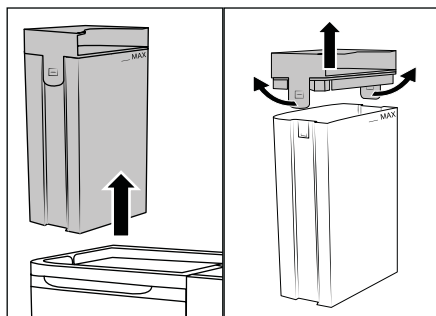

Abb. 5
(1) Füllen Sie nur kaltes bis warmes Leitungswasser oder destilliertes Wasser in den Frischwasserbehälter **2** . Verwenden Sie kein kochendes Wasser. (2) Betreiben Sie das Gerät niemals ohne Wasser im Frischwasserbehälter **2** . (3) Verwenden Sie nur handelsübliche, nicht schäumende Polsterreinigungsmittel oder **LIDL W5 Essigreiniger**. Andere Reinigungsmittel können das Gerät beschädigen. Wir empfehlen drei Esslöffel **LIDL W5 Essigreiniger** auf eine komplette Füllung (1,7 Liter) des Frischwasserbehälters **2** zu geben. Gegebenenfalls erhöhen Sie den Anteil Essigreiniger schrittweise bis zum gewünschten Ergebnis.
- ◆ Fassen Sie den Frischwasserbehälter **2** am Griff des Deckels **1** und ziehen Sie ihn nach oben aus dem Gerät (siehe Abb. 5).
- ◆ Ziehen Sie die beiden Haltetaschen leicht nach außen und nehmen Sie den Deckel **1** ab (siehe Abb. 5).
- ◆ Setzen Sie den Deckel ❶ auf den Frischwasserbehälter ❷  und drücken ihn nach unten, bis die beiden Haltetaschen einrasten.
- ◆ Fassen Sie den Frischwasserbehälter ❷  am Griff des Deckels ❶ und setzen Sie ihn in das Gerät ein.
- ◆ Schieben Sie die Schlauchhalterung ❶ in das Gerät.
- ◆ Halten Sie den Sprüh-/Saugschlauch ❶ am Handteil fest.
- ◆ Drücken Sie die Ein-/Aus-Taste  ❸, um das Gerät einzuschalten.